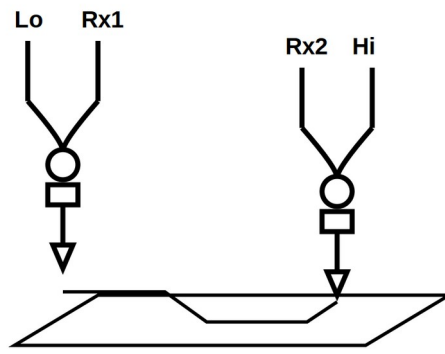

Рис. 4
- 5) Під'єднайте два кельвінівські затискачі згідно з Рис. 4 для вимірювання невідомого опору між двома контрольними точками, наприклад на друкованій платі.